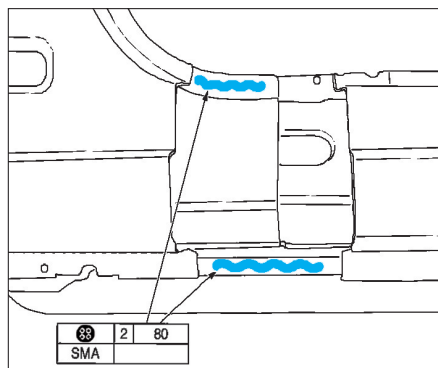

FIG. 37
- Appliquer la colle sur la partie inférieure de fixation sur le renfort de bas de caisse (fig. 37).